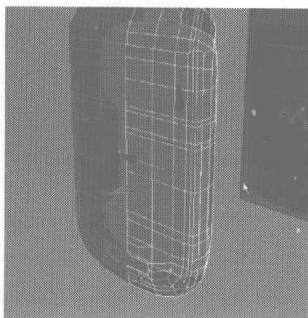
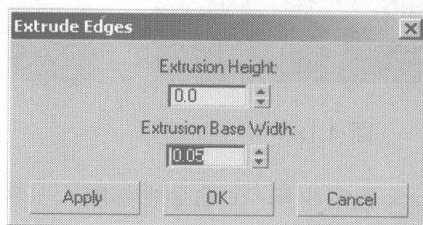

图 4.194
图 4.195
- 22** 选择如图 4.194 所示的边线，在 Edit Edges 卷展栏中单击 **Extrude** 右侧的小按钮，在弹出的对话框中设置挤压参数，如图 4.195 所示。